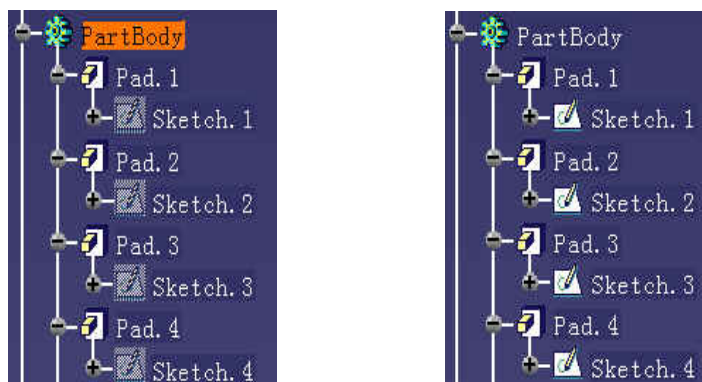

图 1-35 隐藏对象与显示对象的图标以不同的方式显示
- ◆ Tree Show/No Show 区域控制是否激活目录树的可视开关功能。选中此复选框以后，如果将物体隐藏起来，则物体在目录树上的符号会呈现灰色半透明状态。如果取消此复选框，则正常显示和隐藏的物体在目录树上的符号以相同的方式显示，两种设置的效果如图 1-35 所示。重新设置了此选项之后，需要重新打开 CATIA，设置才能生效。